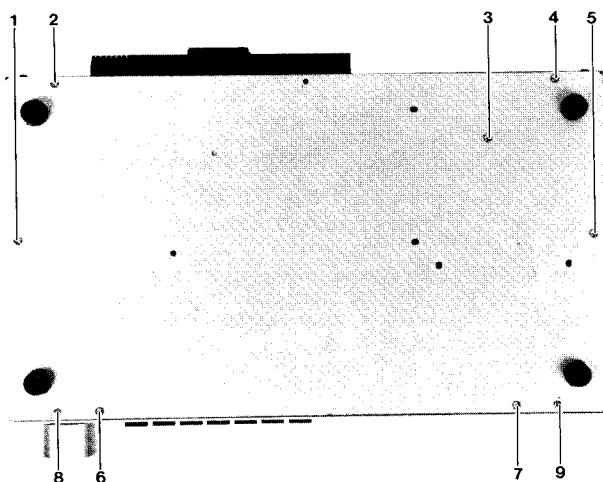

Fig. 1
- Die sechs Schrauben der Frontplatte entfernen (zwei an der Oberseite und vier an der Unterseite 6–9, Fig. 1).
- Die Schrauben 1–7, Fig. 1 entfernen.
- Remove the six screws of the front panel (two on upper side and four at the bottom, 6–9, Fig. 1).
- Remove screws 1–7, Fig. 1.